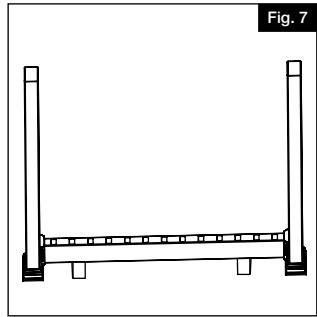

Fig. 7
- c. Deslice el travesaño inferior entre dos postes y apóyelo sobre de los bloques espaciadores de madera (Fig. 7).